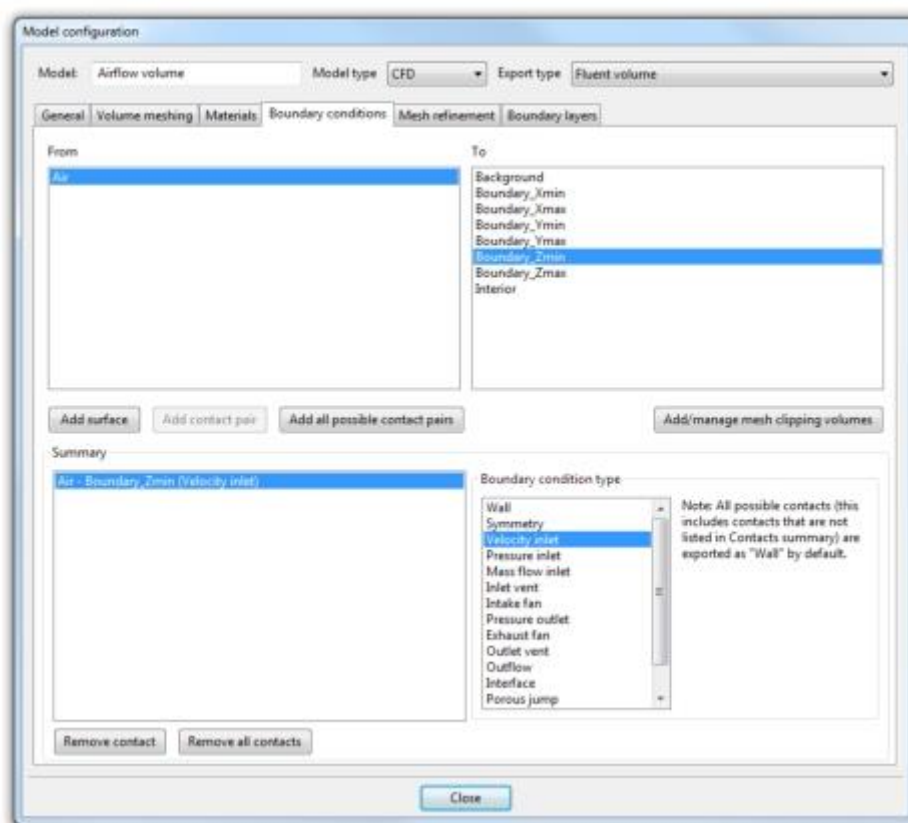

图 1-32 边界条件
- 在 **Summary** 中看到已建立的条件。在此可以进行编辑, 点击条件 **Air-Boundary-Zmin (wall)** , 然后将 **boundary condition type** 从 **wall** 改为 **velocity inlet** , 如图 1-32